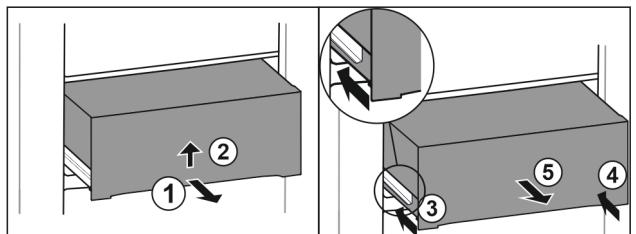

Fig. 48
- Витягніть ящик на половину. Fig. 48 (1)
► Підняти висувний ящик за нижній бік. Fig. 48 (2)
► Вставити ліву рейку. Fig. 48 (3)
► Вставити праву рейку. Fig. 48 (4)
► Вийняти висувний ящик рухом вперед. Fig. 48 (5)